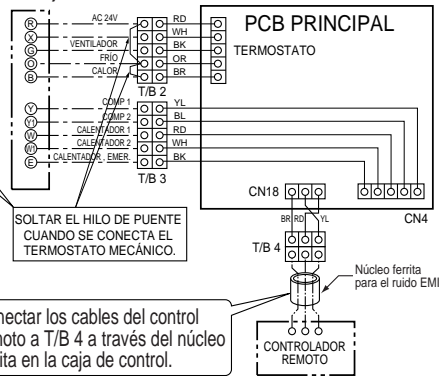

Figura 5F
■ Bomba de calor - 2 comp, 2 calentadores (Figura 5F)